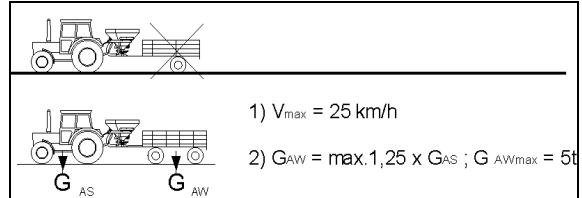

図 46
6. 後部の固定ローラー (図 46/1) は
- 取り付けて、R ピン (図 46/2) で中央の差し込み穴に固定します。
固定ローラーの取り付け時には、ピン (図 46/3) がフレームの穴に入り、ローラーを縦方向で保持するようにしてください。